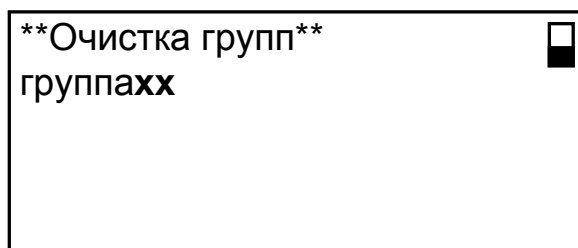

Рис. 6. Вид окна Очистка архива.
2.3.3.3. Вид окна **Очистка архива** приведен на рис.6.